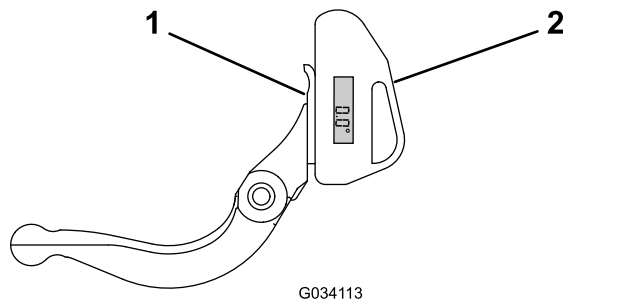

Figura 19
1. Posizionate il goniometro sul lato inferiore della controlama, come illustrato nella Figura 19.